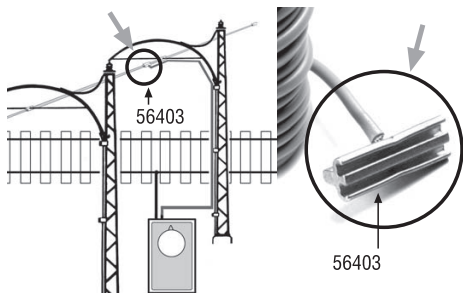

Abb. 5, Fig. 5, afb. 5
- Per ciascun binario da scavalcare fare scorrere sulla sospensione trasversale un supporto con il foro verso il basso (fig. 5).